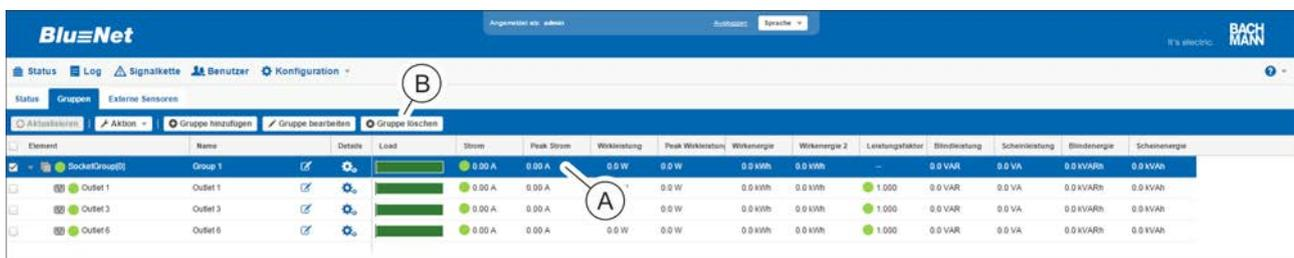

Abb. 204: Menü "Status" – Registerkarte "Gruppen"
3. Gewünschte Gruppe auswählen (Abb. 204/Ⓐ).
4. Schaltfläche „Gruppe löschen“ anklicken, um eine Steckdo-sengruppe zu löschen (Abb. 204/Ⓒ).